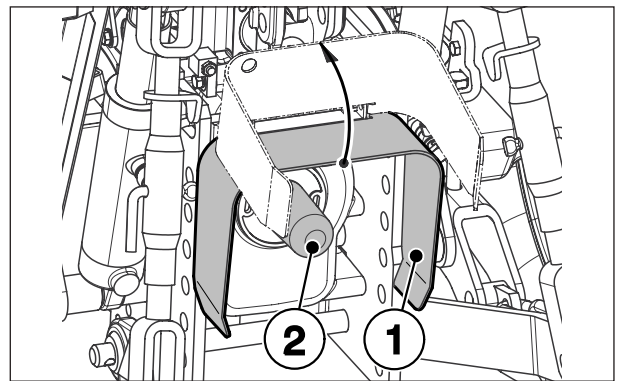

Fig. 56
**ATENCIÓN:** NUNCA quite la protección de la TdF (1) y cuando no la utilice, proteja siempre el eje con el respectivo capuchón (2). Dichas protecciones tutelan al personal del riesgo de lesiones, incluso graves, y los componentes de la TdF de eventuales daños (Fig. 56).
**ATENCIÓN:** Para evitar accidentes es necesario mantener todas las protecciones en su sede y mantenerse lejos de los ejes de transmisión cuando se utiliza la TdF (Fig. 56).